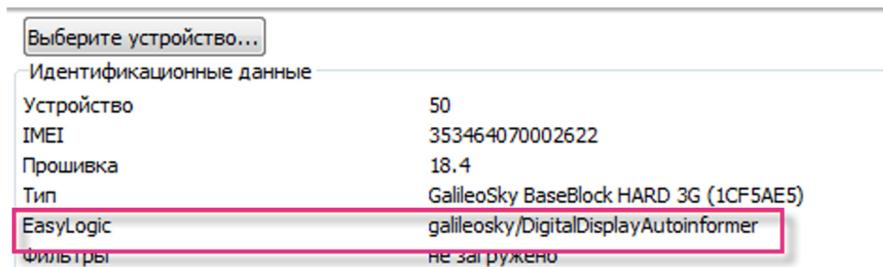

Рис. 6
4. Через несколько минут перейдите на вкладку «Устройство» и проверьте завершение загрузки алгоритма в память терминала - в идентификационных данных должно появиться название алгоритма. (Рис. 6)